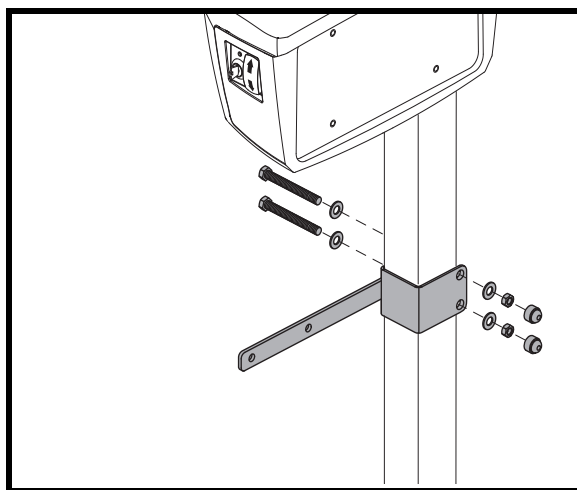

Figure 9. Support accessoire
2. Fixez-le au moyen du matériel fourni. **Voir la figure 9.**